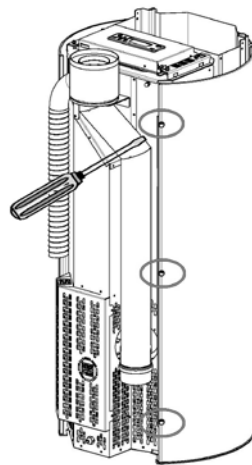

Fig. 28 - Schrauben lösen
- Die hinteren Schrauben der Seiten festziehen (siehe Fig. 28).